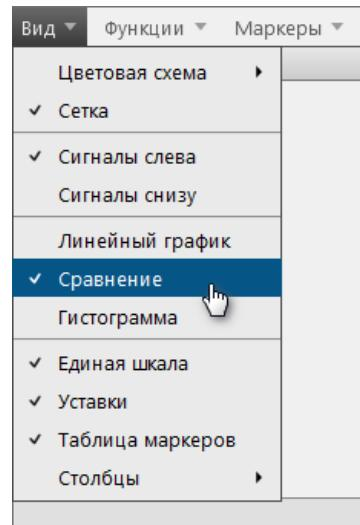

Рисунок 115 - Включить режим «Сравнение»
2. В открывшемся окне выберите **Вид → Сравнение** (Рисунок 115).